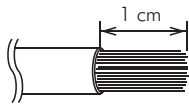
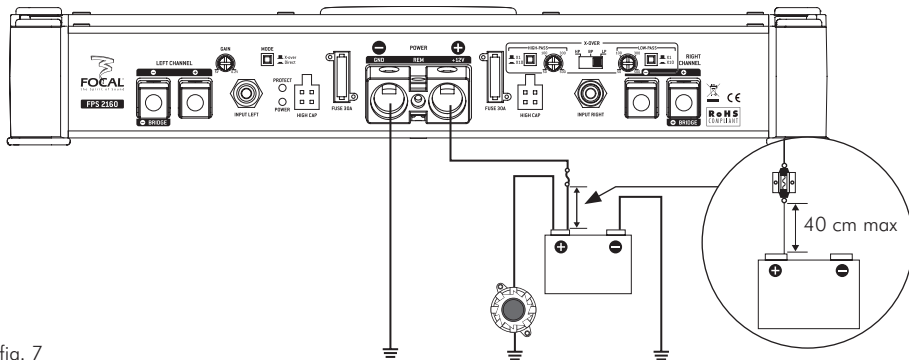

fig. 3
fig. 7
- 9 - Toujours protéger la batterie et le circuit électrique de dommages potentiels à l'aide de fusibles. Installer un porte-fusible et un fusible appropriés sur le câble d'alimentation 12 V positif (+) à moins de 40 cm de la borne de la batterie. Idéalement, cette distance doit être la plus courte possible (fig.7).
3.4 - Se munir du câble d'alimentation négatif (-). Ce câble doit être le plus court possible et ne doit idéalement pas dépasser 1 mètre, afin d'assurer une parfaite liaison entre l'amplificateur et le châssis du véhicule. Le câble et sa section doivent être conformes au tableau page 37. Trouver un point de masse adéquat, puis le poncer pour enlever toute trace de peinture ou autre verni et ainsi optimiser la qualité du contact. Percer la tôle préalablement poncée au diamètre correspondant à la vis choisie en s'assurant qu'aucun passage de câbles réservoir ou autre organe sensible du véhicule ne soit à proximité. Dénuder 1 cm de câble (fig. 3), puis étamer. Visser fermement le câble sur la borne GND de l'amplificateur. Étamer l'autre extrémité puis sertir ou souder sur la cosse prévue à cet effet. Insérer la cosse dans la vis, puis mettre la vis et son écrou en place et visser fermement.
Connecter ensuite le câble REMOTE à l'amplificateur (borne REM) en vissant fermement. Connecter l'autre extrémité du câble REMOTE à la borne REMOTE de l'autoradio. Enfin, connecter les câbles haut-parleurs à l'amplificateur en respectant les polarités (+ sur + ; - sur -) en dénudant environ 1 cm de câble (fig.3).
3.6 - Préparer le câble d'alimentation positif (+) pour le relier à l'amplificateur en dénudant 1 cm (fig.3) à son extrémité. Etamer cette partie à l'aide d'un fer à souder et de fil d'étain. Insérer la partie dénudée et étamée dans la borne "+ BATT" de l'amplificateur, puis bloquer le câble en vissant fermement.
3.7 - La phase d'installation du porte-fusible dédié à sécuriser l'installation peut maintenant débuter. Le porte-fusible doit être relié de part et d'autre du câble d'alimentation positif (+). Il doit être situé proche de la batterie {10 à 40 cm (fig.7)}. Démontez le porte-fusible en prenant soin d'ôter le fusible. Fixez le socle du porte-fusible. Coupez le câble d'alimentation rouge entre 10 et 40 cm (maximum) de la batterie (fig.7). Garder la chute de câble qui servira pour relier l'autre extrémité du porte-fusible à la borne positive (+) de la batterie du véhicule. Dénuder 1 cm (fig.3), puis étamer. Visser le câble dans le bornier du porte-fusible. Récupérer la chute de câble restante. Dénuder 1 cm (fig.3), puis étamer. Visser le câble dans l'autre bornier du porte-fusible.